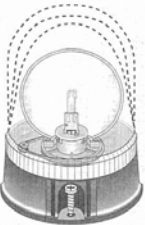

Fig. A1
3) Fissare il girofaro alla carrozzeria nel punto prescelto mediante tre viti (fig. A1).
3) Fixer le feu tournant à la carrosserie dans le lieu choisi au moyen de trois vis (fig. A1).
3) Die Drehleuchte mittels drei Schrauben am ausgewählten Punkt der Karosserie befestigen (Fig. A1)
3) Sujete el faro giratorio en el punto escogido del vehículo con tres tornillos (fig. A1).
3) Fixe o farol no local do veículo escolhido através de três parafusos (fig. A1)